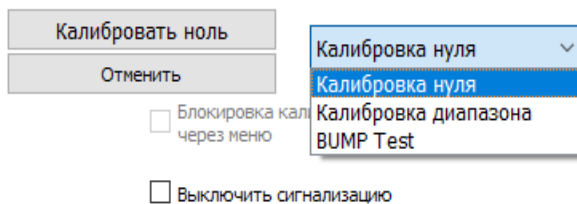

Рис. 13. Калибровка нуля.
1. Следует выбрать тип калибровки «Калибровка нуля» как показано на Рис. 13.
1. Следует выбрать тип калибровки «Калибровка диапазона» как показано на Рис. 13.